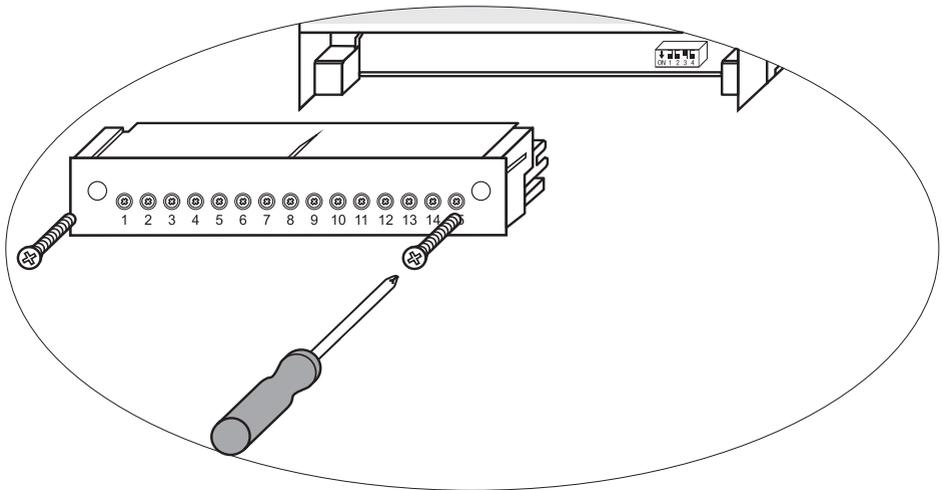

Abb. 47
- Linke und rechte Befestigungsschraube lösen. Siehe Abb. 47